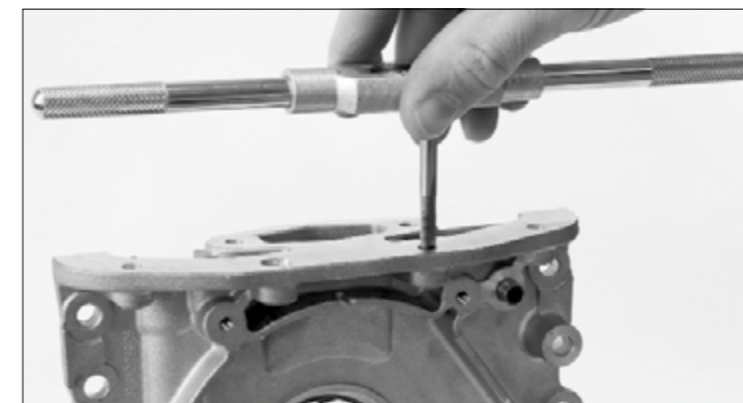

Abb. 3/ Fig. 3/ Рис. 3/ 图3
- To make mounting easier, a thread can be pre-cut using an M6 thread tap. This is, however, not strictly required (Fig. 3).
- Pour faciliter le montage, il est possible de préparer le filet à l'aide d'un taraud M6. Cette opération n'est toutefois pas obligatoire (fig. 3).
- Для облегчения установки резьбу можно предварительно нарезать резьбонарезной машиной M6. Однако это не является обязательным (рис.3).